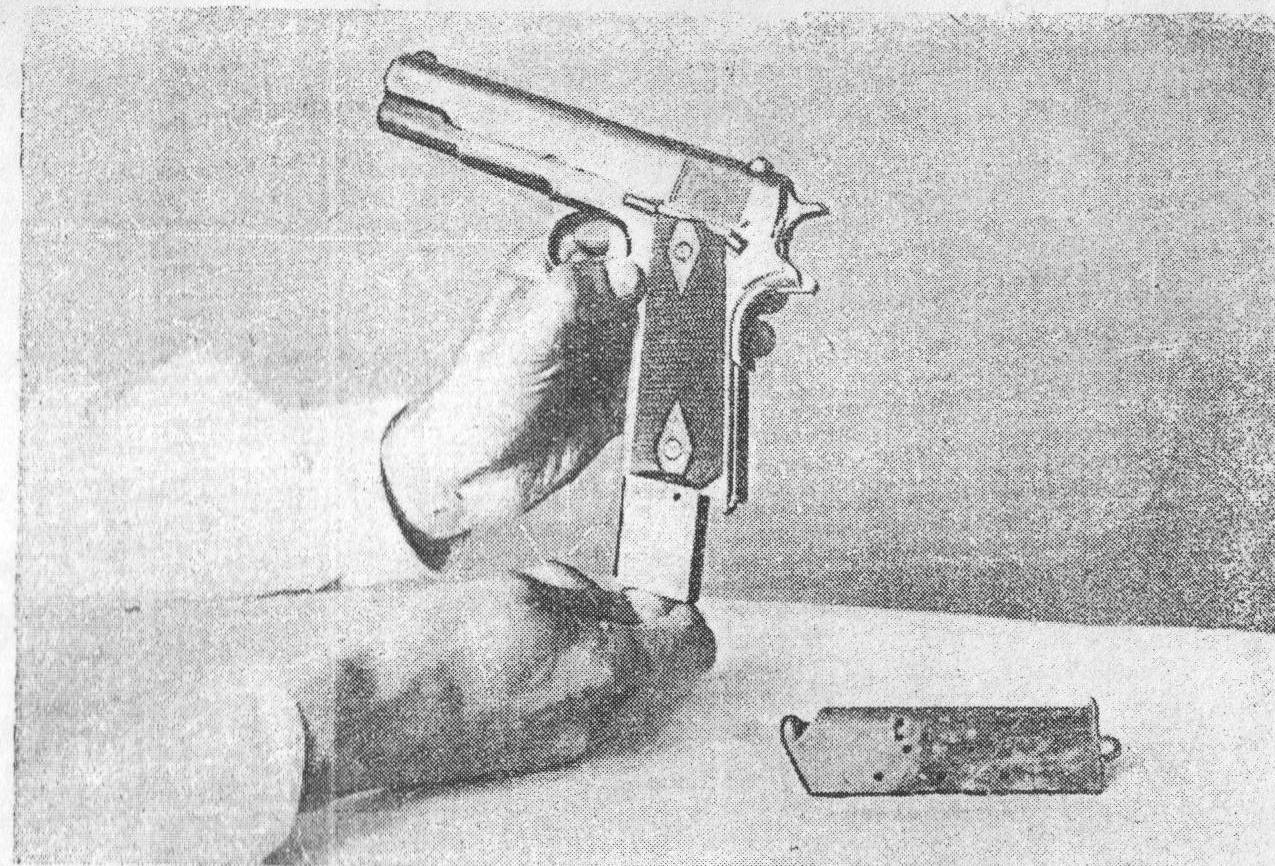

Рис. 1.
Для заряжания пистолета нужно взять его в левую руку, нажать большим пальцем левой руки на магазинную защелку с левой стороны пистолета и правой рукой, взяв за ушко магазина, вынуть магазин (рис. 1).
Для разрядки пистолета прежде всего надо вынуть магазин (рис. 1), затем осторожно взвести курок (не обязательно, так как это делается для облегчения оттягивания кожуха-затвора), держа пистолет стволом вверх, и от себя резким движением отвести кожух-затвор левой рукой назад, вследствие чего патрон экстрактируется (выбрасывается). В спусковой скобе не следует оставлять пальца, во избежание случайного нажатия на спусковой крючок и нечаянного выстрела.
1. Вынуть магазин. Нажать на насечку магазинной защелки, при этом зуб ее выйдет из выреза в передней стенке магазина, после чего вынуть последний (рис. 1).